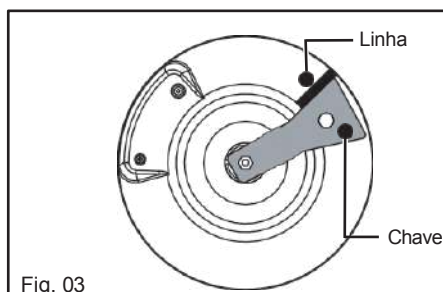

Fig. 03
- Rodar a chave no sentido dos ponteiros do relógio até que a linha apareça do outro lado (Fig. 03).